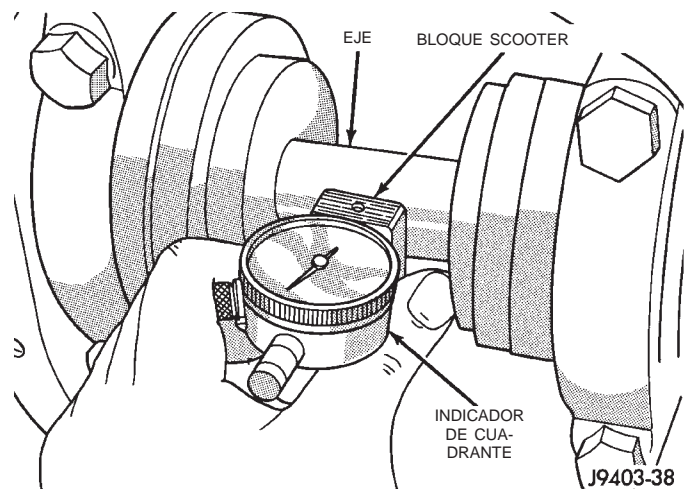

Fig. 80 Medición de profundidad del piñón satélite—Característico
(5) Ensamble el indicador de cuadrante C-3339 en el bloque D-115-2 y fije el tornillo de ajuste.
(6) Coloque el bloque scooter/Indicador de cuadrante en posición en la caja del eje de manera que el probador del cuadrante y el bloque scooter queden al ras de la superficie del bloque de altura del piñón. Sostenga el bloque scooter en su lugar y coloque la aguja del indicador de cuadrante a cero. Apriete el tornillo de fijación del indicador de cuadrante.
(7) Con el bloque scooter aún en posición contra el bloque de altura del piñón, deslice lentamente el probador del indicador de cuadrante sobre el borde del bloque de altura del piñón. Observe la cantidad de revoluciones hacia la izquierda que la aguja del cuadrante recorre (aproximadamente 0,125 pulg.) hacia el tope de afuera del indicador de cuadrante.
(8) Deslice el probador del indicador de cuadrante por el hueco entre el bloque de altura del piñón y la barra de ejes con el bloque scooter contra el bloque de altura (Fig. 80). Cuando el probador del cuadrante entra en contacto la barra del eje, la aguja del cuadrante va a girar hacia la derecha. Vuelva a colocar la aguja del cuadrante en cero contra la barra del eje sin girar la cara del cuadrante. Continúe moviendo el probador del cuadrante hacia la cresta de la barra del eje y registre la lectura más alta. Si el indicador de cuadrante no puede lograr la lectura cero, la cubeta del cojinete trasero o el juego de calibradores de profundidad del piñón no están instalados correctamente.